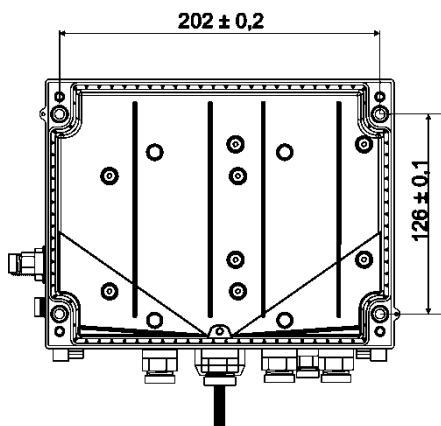

Fig. 8
1. Bor fire huller i de positioner, der er markeret på væggen (se målangivelserne i Fig. 8).